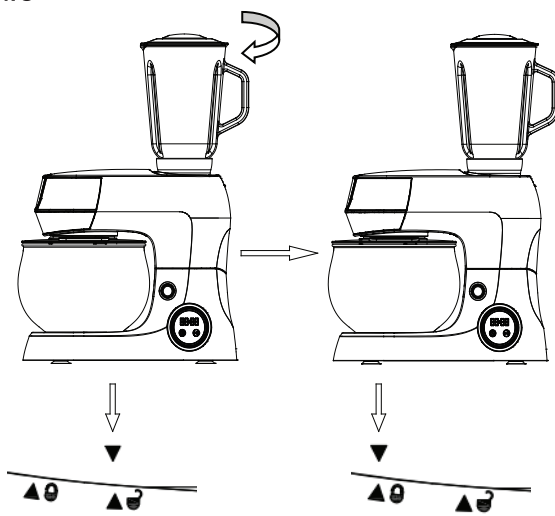

Рисунок 4
8. Поместите чашу блендера (30) в гнездо для блендера так, чтобы стрелка совпала с кругом. Поверните его по часовой стрелке, чтобы стрелка совпала со стрелкой рядом с закрытым замком (см. рис. 4). Теперь прибор готов к использованию.